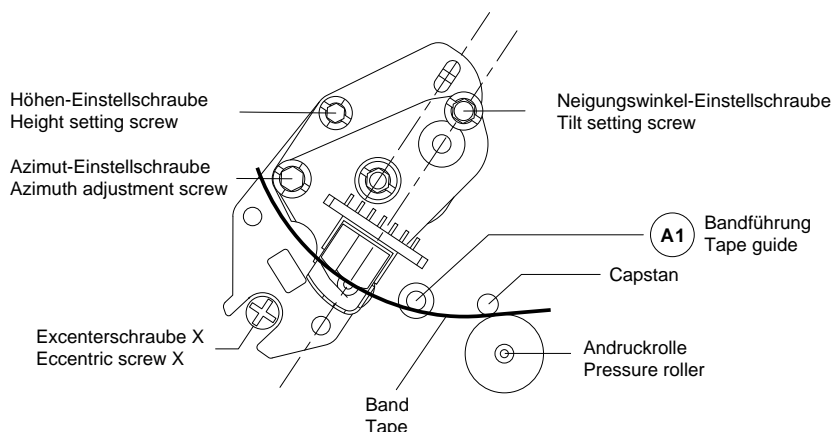

Fig. 19
- Mit der Schraube für den Neigungswinkel (Fig.19) die Bandunterkante gut auf die Bandführung "A1" aufsetzen (das Band darf nicht an der Unterkante eingerollt sein).
- By means of the tilt angle adjusting screw (Fig. 19) move the tape until the lower edge just touches the tape guide "A1" (the lower edge of the tape must not bend).
- Mit der Höheneinstellschraube maximale Ausgangsspannung einstellen (Fig. 19).
- Mit der Azimuteinstellschraube auf maximale Ausgangsspannung einstellen (Fig. 19).
- Mit der Excenterschraube (Fig. 19) die FM-Hüllkurvenspannung U_{FMES} an Meßpunkt der Chassisplatte auf Maximum einstellen (DC-gekoppelt).
- Adjust for maximum output voltage with the height adjustment screw (Fig. 19).
- Adjust to maximum output voltage with the azimuth adjustment screw (Fig. 19).
- With the eccentric screw (Fig. 19) set the FM envelope voltage U_{FMES} at test point on the chassis panel to maximum (DC-coupled).